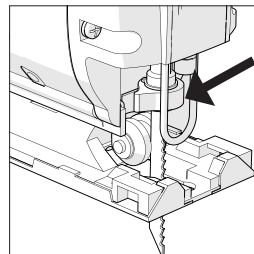

Fig. 1
1. MONTAREA SAU SCOATEREA UNUI DISC (Fig. 1)
- Rotiți gulerul de blocare a mandrinei înainte și glisați pânza fierăstrăului complet în mandrină. Asigurați-vă că bara în „T” a fittingului cu baionetă este complet angrenată în mandrină. (Fig. 1)